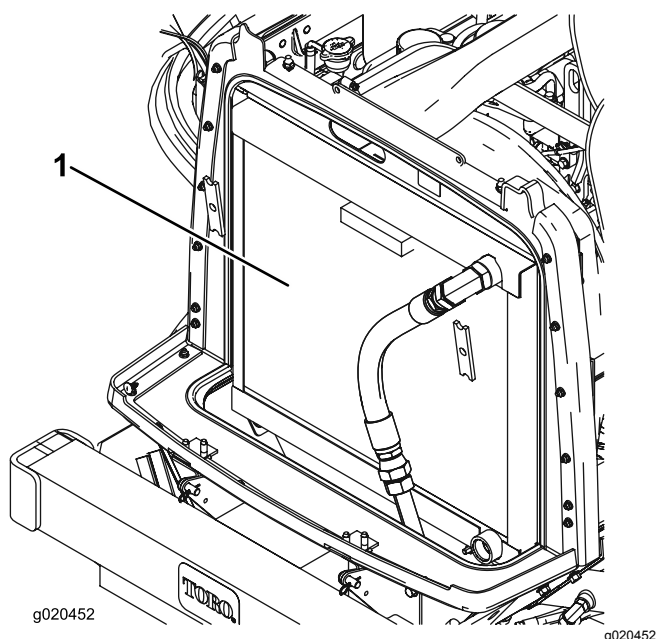

Figure 90
3. Nettoyez soigneusement les deux côtés du radiateur/refroidisseur à l'air comprimé (Figure 90).